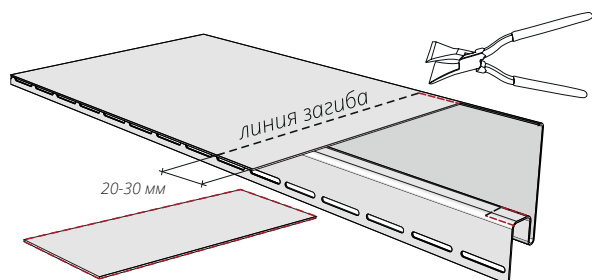

Рисунок 59
- 15.8** Подогните лепестки (Рис. 59, 60) используя клещи под угол 90° . Важно! Линия загиба должна быть идеально ровной. Резы и загибы нужно производить при комнатной температуре.